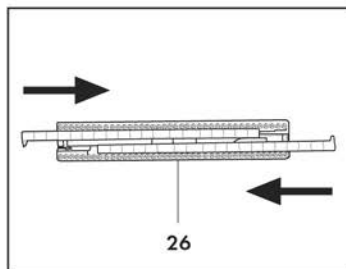

Abb. 10
Zur Montage der Borstenleiste (26) für Teppichböden und Teppiche, die steifen Bürsten mit nach innen gerichteten Läppchen in die dazu bestimmten Führungen schieben (Abb. 10).